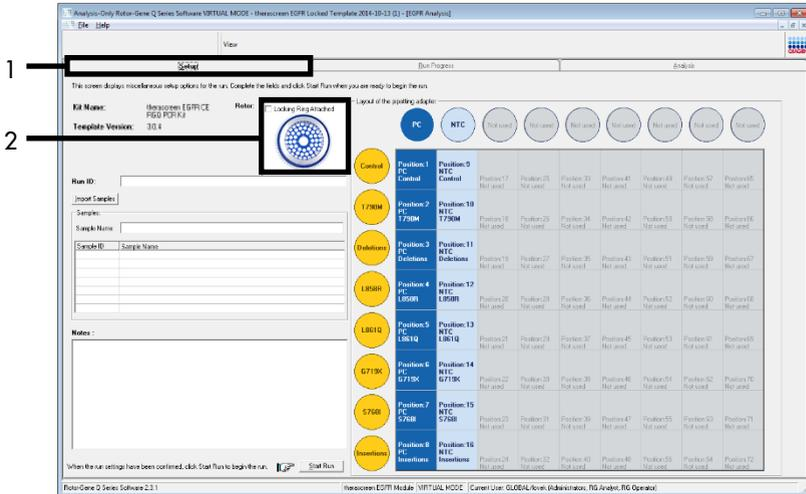

Abbildung 11. Registerkarte „Setup“ (Konfiguration) (1) mit dem Kontrollkästchen „Locking Ring Attached“ (Schließring angebracht) (2).
13. Standardmäßig wird die Registerkarte „Setup“ (Konfiguration) angezeigt (Abbildung 11). Vergewissern Sie sich, dass der Schließring richtig angebracht ist, und aktivieren Sie dann das Kontrollkästchen Locking Ring Attached (Schließring angebracht). Schließen Sie den Deckel des Rotor-Gene Q MDx 5plex HRM Instruments.